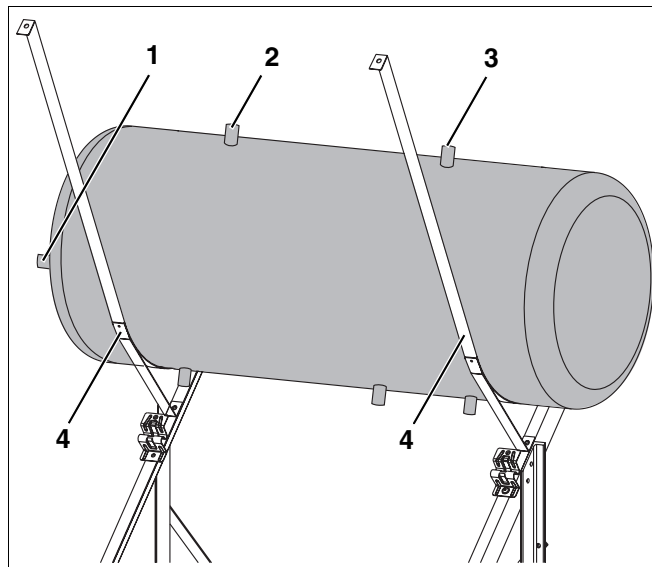

Fig. 11 Colocación del acumulador en las cintas de sujeción
Asegúrese de que la conexión de impulsión (fig. 11, **pos. 1**) se encuentra en la parte izquierda vista la instalación por delante.
- ▶ Coloque el acumulador en las cintas de sujeción (fig. 11, **pos. 4**).
- ▶ Nivele el acumulador de tal modo que quede centrado en las cintas de sujeción (fig. 11, **pos. 4**) y que el lado en el que se encuentran las dos conexiones (fig. 11, **pos. 2 y 3**) quede en la parte superior.